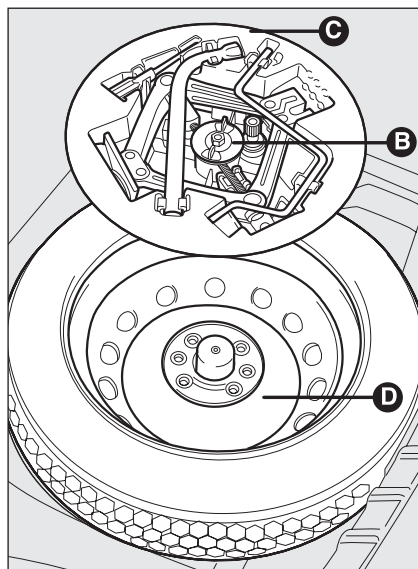

fig. 3
- ☐ desapertar o dispositivo de bloqueio **B-fig. 3**;
- ☐ colocar a roda sobresselente **D-fig. 3** no respectivo compartimento na bagageira;